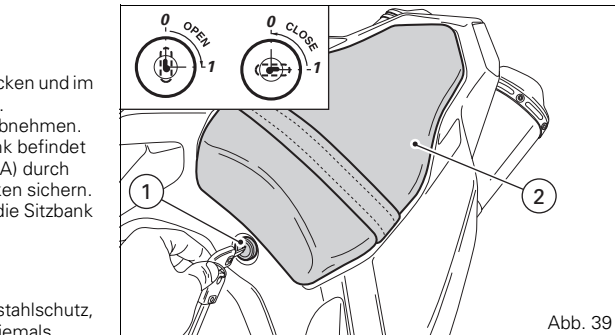
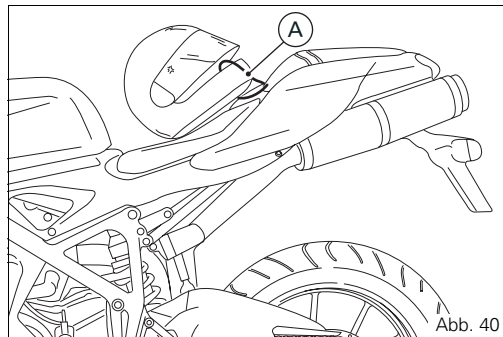

Abb. 39
Abb. 40
Entriegelung (Abb. 39 und Abb. 40)
Die Sitzbank (2) hinten vorsichtig anheben und abnehmen. Im vorderen Teil des Staufachs unter der Sitzbank befindet sich das Kabel zur Helmbefestigung. Das Kabel (A) durch den Helm führen und die Kabelschlaufen am Haken sichern. Den Helm herunterhängen lassen (Abb. 40) und die Sitzbank wieder montieren, um den Helm zu sichern.